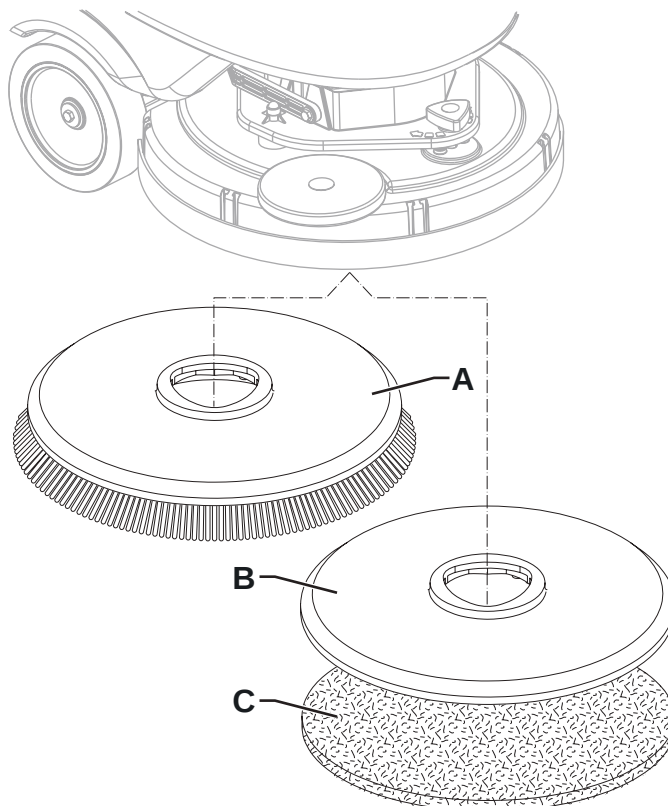

Figure 2
1. Sur la machine, et la brosse (A, Fig. 2) et le plateau support disque (B) avec disque (C) peuvent être installés, en fonction du traitement à effectuer sur le sol.
2. Insérer la clé opératrice (41) dans son logement du panneau de commande (3).
3. Porter à la vitesse d'avance au minimum en appuyant sur le bouton de tortue (45).
4. Positionner la brosse (A) ou le plateau support disque (B) sous la tête porte-brosses (26).
5. Appuyer sur le bouton (43) pour abaisser la tête sur la brosse.
6. Pour accrocher la brosse, appuyer le paddle (2), puis le relâcher. Si besoin est, répéter la procédure jusqu'à l'accrochage de la brosse.